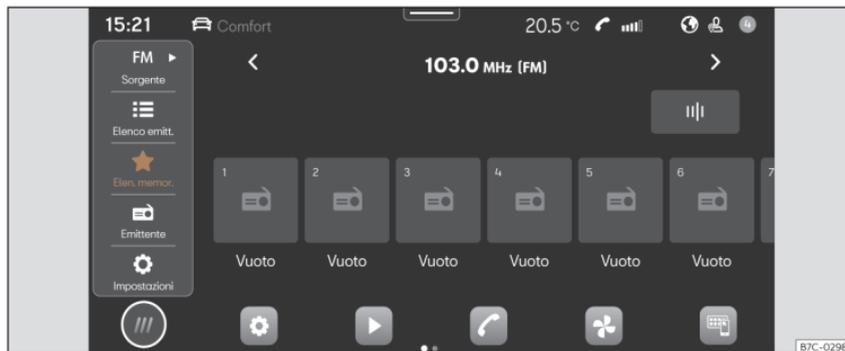

Fig. 127 Rappresentazione schematica: Visualizzazione Radio
- Premere **HOME** > >>> **fig. 127**.